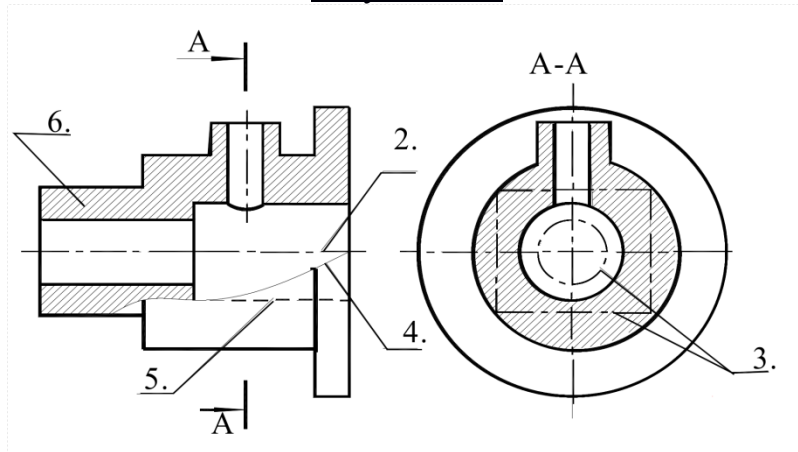

Рисунок 1 Пример чертежа втулки
**Вопрос 2.** Как называется линия, обозначенная на чертеже (рисунок 1) цифрой 2?